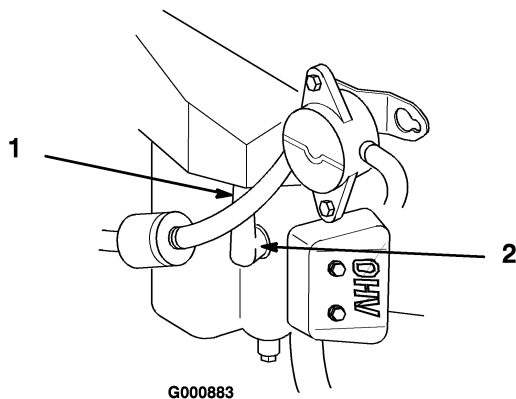

Bild 30
3. Ziehen Sie den/die Kerzenstecker von der(n) Zündkerze(n) (Bild 30). Reinigen Sie den Bereich um die Zündkerze(n), um zu verhindern, dass Schmutz in den Motor fällt und Schäden verursachen kann.
3. Drücken Sie die den/die Kerzenstecker auf die Zündkerze(n) (Bild 30).